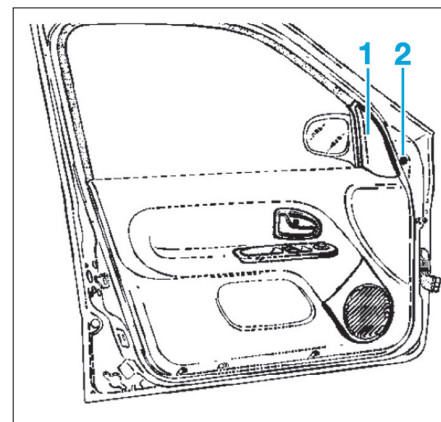

Fig. 43
- la trappe d'accès au connecteur d'alimentation du rétroviseur (1) ou support de commande manuelle (Fig.43),